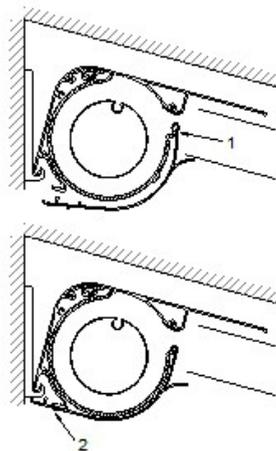

Abb. 19: Montage des Blendenunterteils
- » Nehmen Sie den Boden (1 – Abb. 19) und hängen Sie diesen in die Stützbügel ein.
- » Klappen Sie den Boden hoch und verschrauben Sie diesen dann von unten (2 – Abb. 19) mit einem Torx-Schraubendreher Größe 9.